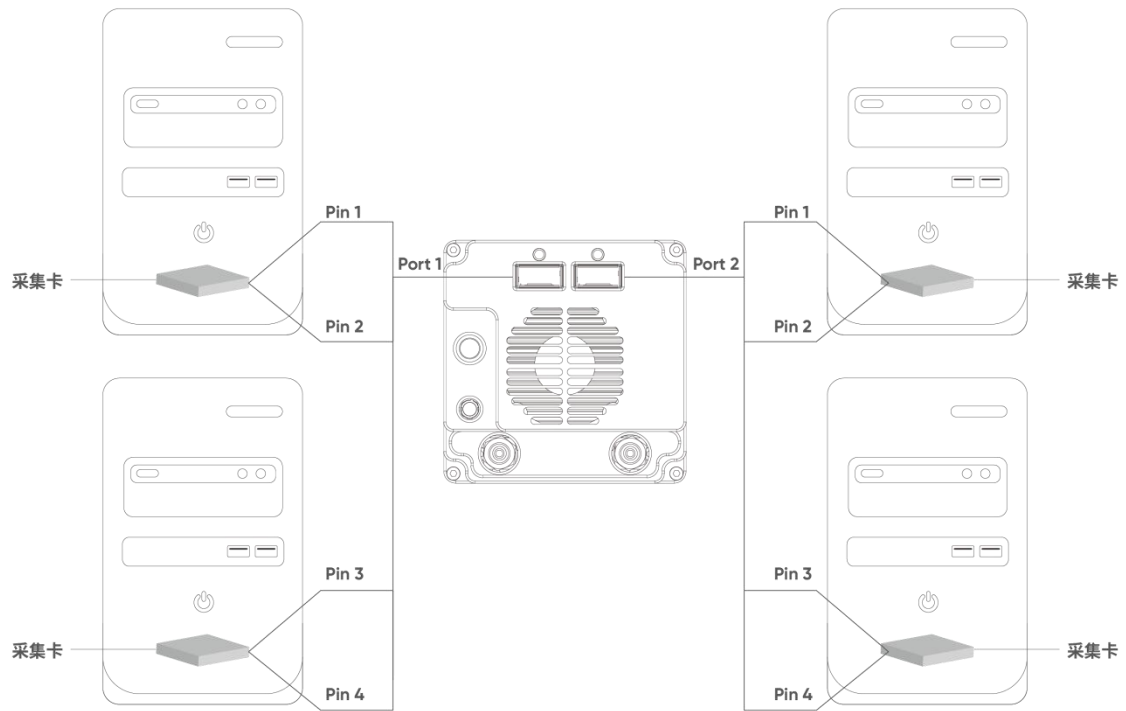

图 3-3 四通道连接示意图
- 1) 将光纤线的 QLC 跳线插入标配的 QSFP+ 光模块，如图 3-3 所示，接口有防呆设计，注意插入的方向，插入后听到“咔”的一声，表示接头完全插入；